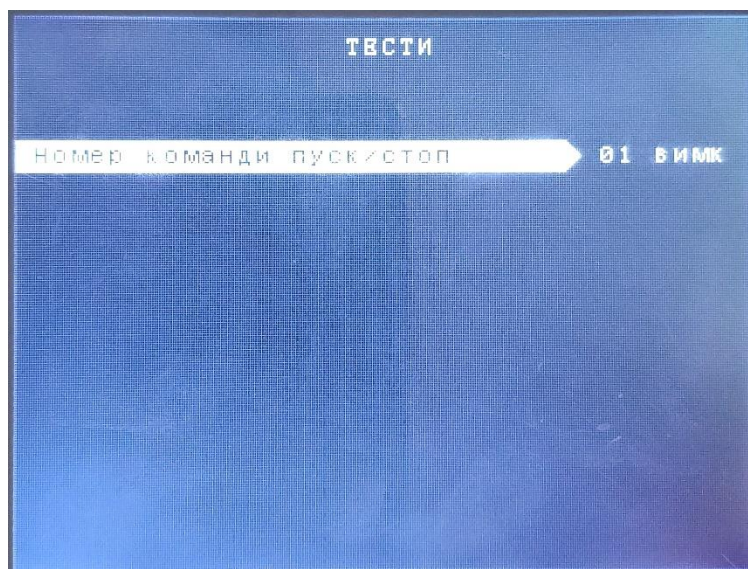

Рисунок 22 – Підрозділ «Формування команд в трив. режимі»
3.3. «Формування команд в тривалому режимі» - підрозділ призначений для тестового формування тривалих аварійних команд, а також виводу рівня сигналу на виході (див. рисунок 22).